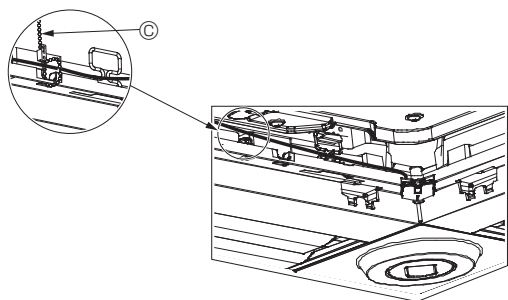

Fig. 10-12
- Fastgør i-see-Sensoren og signalmodtageren til panelet som vist i diagrammet, så der ikke er slæk i ledningerne, og skær derefter den overskydende ende af beslaget. (Fig. 10-12)
- Hvis placeringen af i-see-Sensoren er ændret fra position "o" (E) til position "□" (F), skal funktionsindstillingerne ændres. (Se side 13).